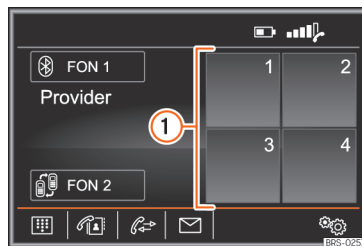

Abb. 230 Hauptmenü PHONE.
Die Kurzwahlstasten »» Abb. 230 ① können mit jeweils einer Telefonnummer aus dem Telefonbuch belegt werden.